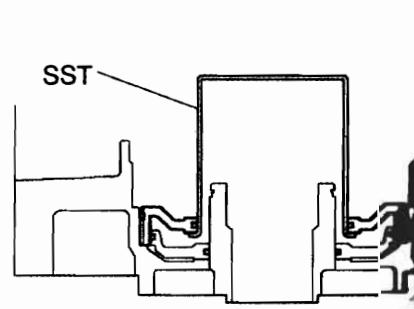

图 12-1-67
(70) 拆下制动器反冲套筒。如图 12-1-67 所示，用 SST 拆下反冲套筒，并从反冲套筒上拆下 O 形圈。